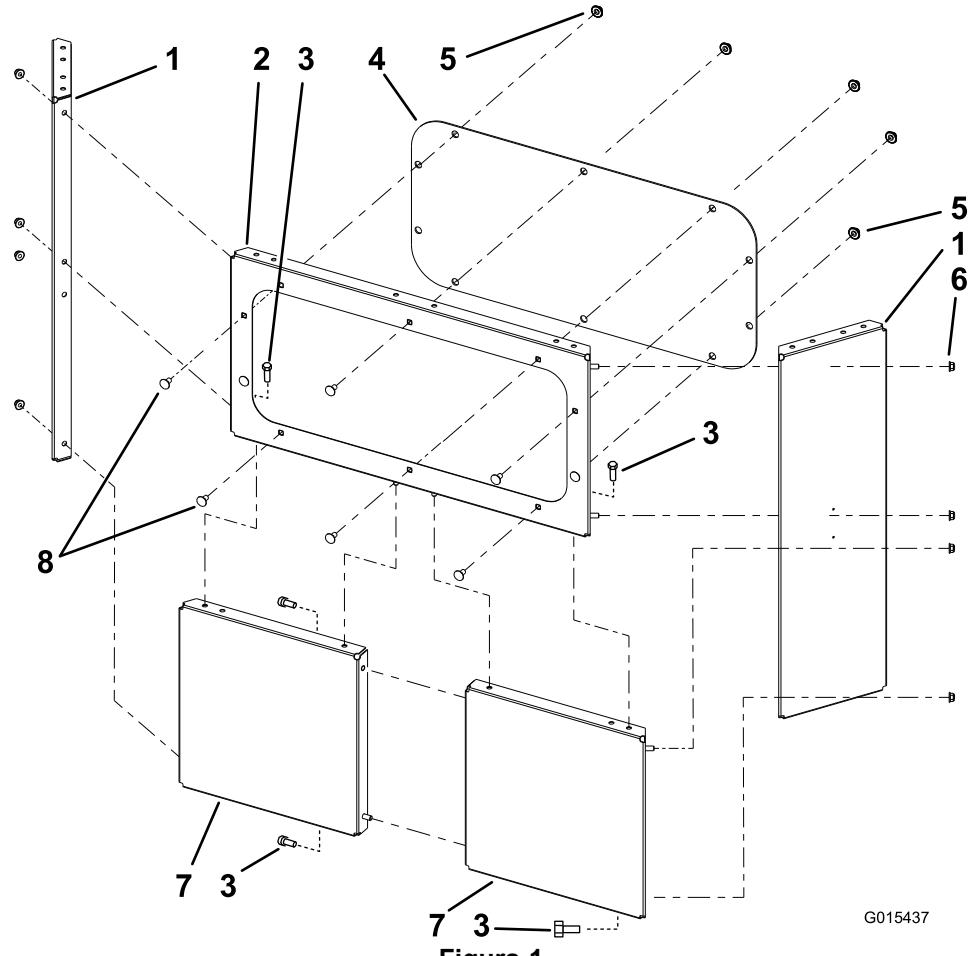

Figura 1
tuercas con arandela prensada anchas (3/8 pulgada) (Figura 1).
3. Conecte entre sí los dos paneles inferiores con 2 pernos (3/8 x 3/4 pulgada) y 2 tuercas con arandela prensada (3/8 pulgada) (Figura 1).
4. Conecte el panel superior a los paneles inferiores con 4 pernos (3/8 x 3/4 pulgada) y 4 tuercas con arandela prensada (3/8 pulgada) (Figura 1).
5. Conecte un panel lateral a los paneles superior e inferior con 4 pernos (3/8 x 3/4 pulgada) y 4 tuercas con arandela prensada (3/8 pulgada) (Figura 1).
6. Conecte un panel lateral a los paneles superior e inferior con 4 pernos (3/8 x 3/4 pulgada) y 4 tuercas con arandela prensada (3/8 pulgada) (Figura 1).